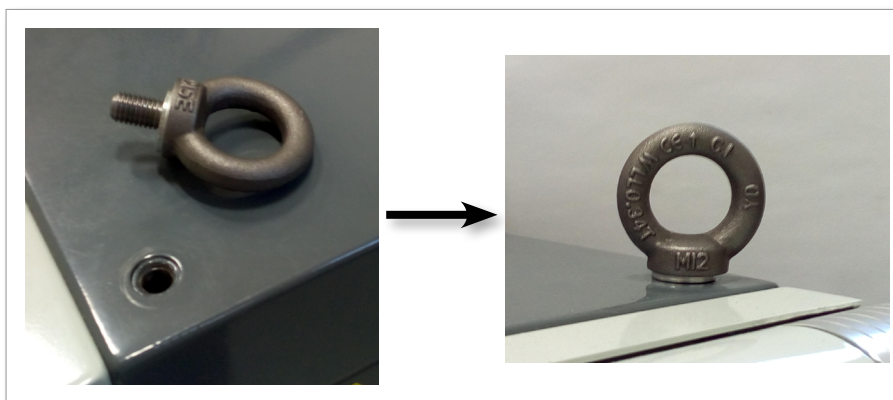

Figura 3-10 Installare i bulloni a occhio e le rondelle
Montare i bulloni a occhiello e le rondelle e installarli nei fori sulla parte superiore del controller E-Multi. Vedere la Figura 3-10
6. Fissare le imbracature a tutti i bulloni a occhio. Vedere la Figura 3-10.